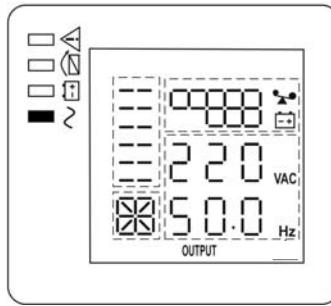

Рисунок 9 — состояние ЖК-дисплея и индикаторов в режиме «ОСНОВНОЙ»
- Включите изделие комбинацией кнопок  +  (см. п.1 таблицы 2). Изделие выполнит автоматическое самотестирование, определит качество входного сетевого напряжения и уровень нагрузки. Процесс самотестирования сопровождается последовательным включением/выключением всех индикаторов. После самотестирования изделие перейдет в режим «ОСНОВНОЙ» и продолжит заряд АКБ. Индикатор «БАЙПАС» погаснет, а индикатор «ИНВЕРТОР» включится (см. рисунок 9).
- Включите нагрузки. Если нагрузок много, необходимо включать их последовательно, одну за другой, на ЖК—дисплее отобразится уровень нагрузки (см. рисунок 9).
Вновь подать сетевое напряжение. Изделие должно автоматически перейти в режим «ОСНОВНОЙ» (см. рисунок 9), либо в режим «ЭКО», если параметр ЕСО включен (см. Приложение 2, описание настройки параметров изделия).